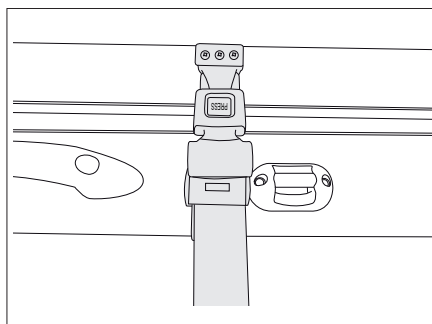

Fig. 166 Cintura di ritegno
- Allentare la cintura di ritegno (Fig. 166).
- Applicare la cintura di ritegno (Fig. 166).